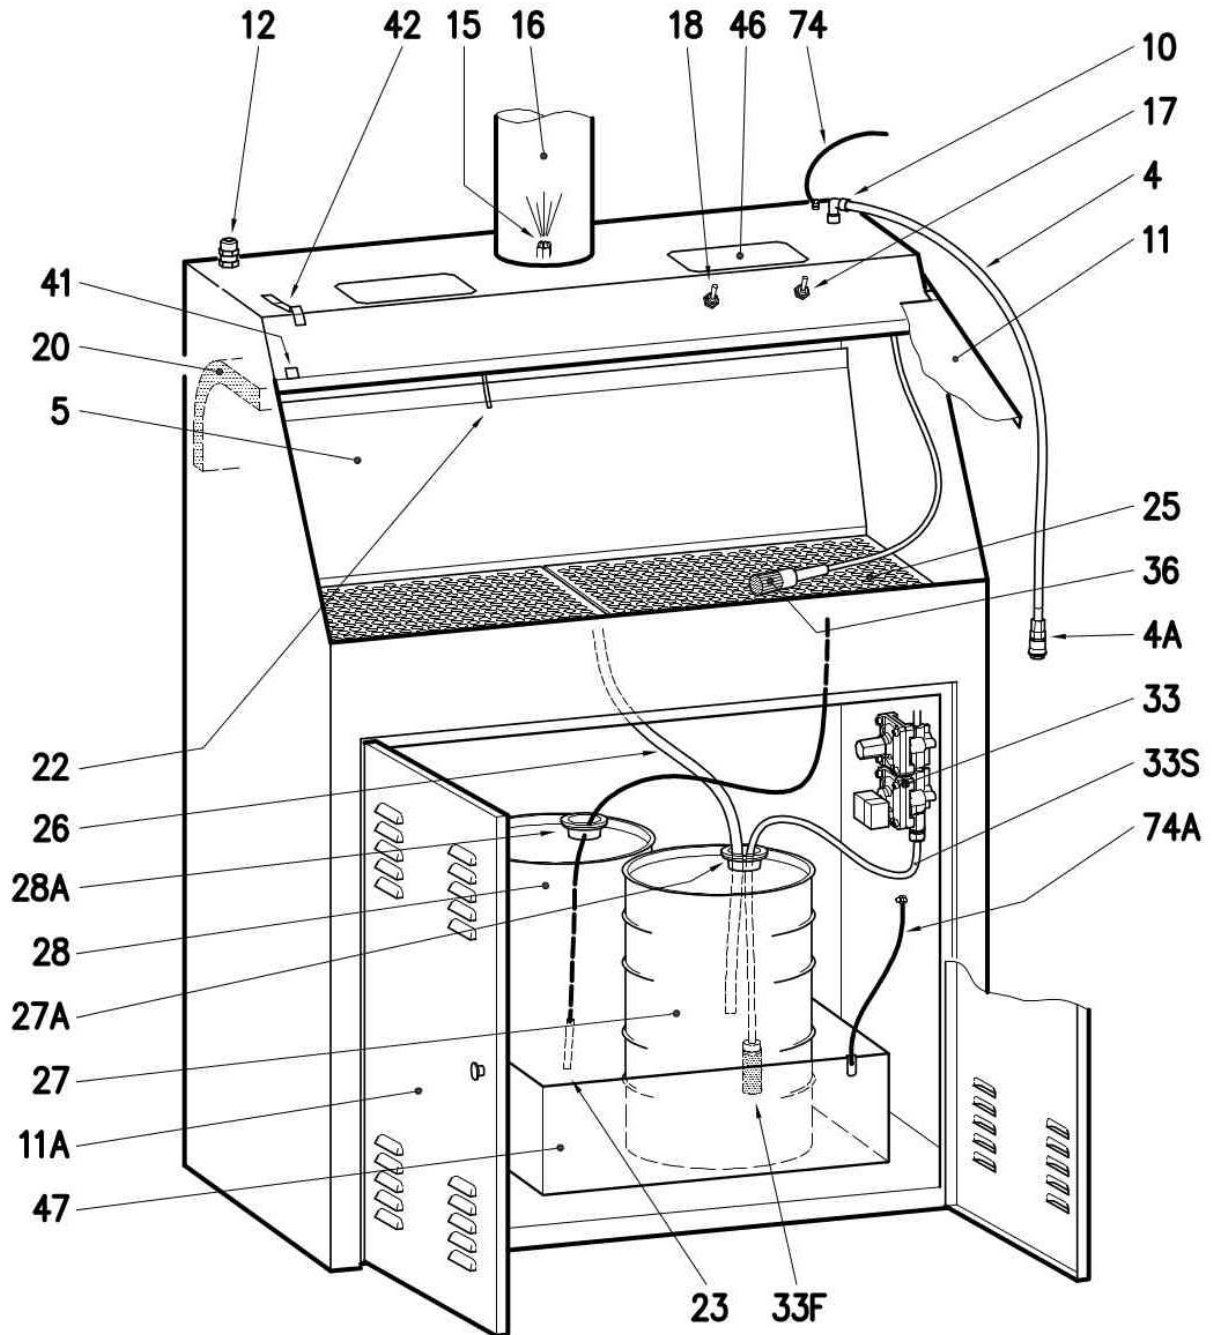

Abbildung 1
Das pneumatische betriebene Waschgerät besteht aus einem Edelstahlbehälter (Abb. 1) mit folgenden Bauteilen und Funktionen:
Ein manuelles Waschen mit Pinsel (Abb. 1/36) durch eine Membranpumpe (Abb. 1/33), eine manuelles Waschen mit Venturipumpe (Abb. 1/21), Zerstäuber (Abb. 1/22), Lochblech (Abb. 1/25) zum Ablegen und Abtropfen der Spritzpistolen, sowie Gerätesteuerung oben an der Vorderseite. Das Waschgerät ist mit Schläuchen (Abb. 1/23-24-26-33S) ausgestattet, mit denen die verschiedenen Flüssigkeiten aus den Behältern unter dem Gerät angesaugt oder in diese abgeleitet werden. Wenn die obere Klappe (Abb. 1/11) offen ist, erfolgt die Absaugung der Dämpfe und Nebel der im Gerät versprühten Lösungsmittel über den Venturieffekt der Düse (Abb. 1/15) in das Abzugsrohr (Abb. 1/16) und die Venturipumpe (Abb. 1/21) und der Zerstäuber (Abb. 1/22) und die Membranpumpe mit dem Pinsel (Abb. 1/36) funktionieren.
Am Eingang vom Abzugsrohr (Abb. 1/16) kann ein Aktivkohlefilter (Optional) zum Ausfiltern von Schadstoffen eingebaut werden.
- Einschalten der Venturi-Pumpe für sauberes Lösungsmittel (Abb. 1/19);
- Einschalten vom Zerstäuber (Abb. 1/18);
- Einschalten der Waschpinsel (Abb. 1/17);
Beschreibung WASCHGERÄT (siehe Abbildung 1)